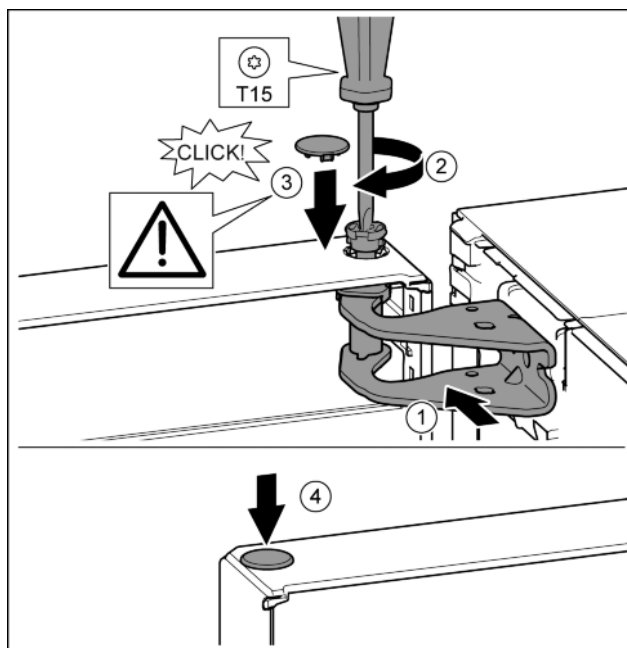

Fig. 18
- ▶ Вирівняйте дверцята зверху по отвору в опорному кронштейні. Fig. 18 (1)
- ▶ Вставте палець та закрутіть за допомогою викрутки T15. Fig. 18 (2)
- ▶ Встановіть захисну кришку для захисту дверцят: вставте захисну кришку і проконтролюйте, щоб вона прилягала до дверцят. Якщо це не так, повністю вставте палець. Fig. 18 (3)
- ▶ Вставте пробку. Fig. 18 (4)